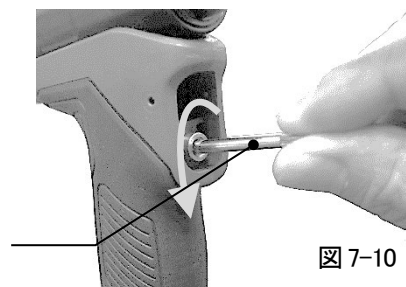

図 7-10
- 3) オプション品 トリガーバルブエキストラクターにてシュレイダーバルブを反時計方向に廻し、外してください。(図 7-10)